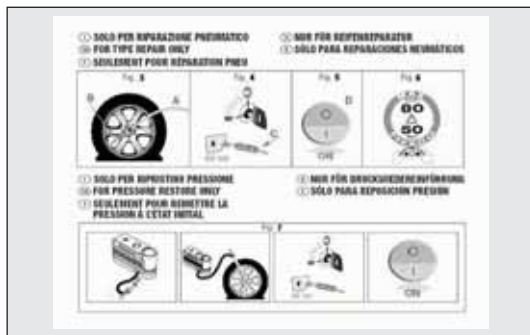

рис. 142
- информационной брошюрой (см. рис. 142), необходимой для правильного использования комплекта срочного ремонта и передачи персоналу, который будет заниматься дальнейшим ремонтом шины;